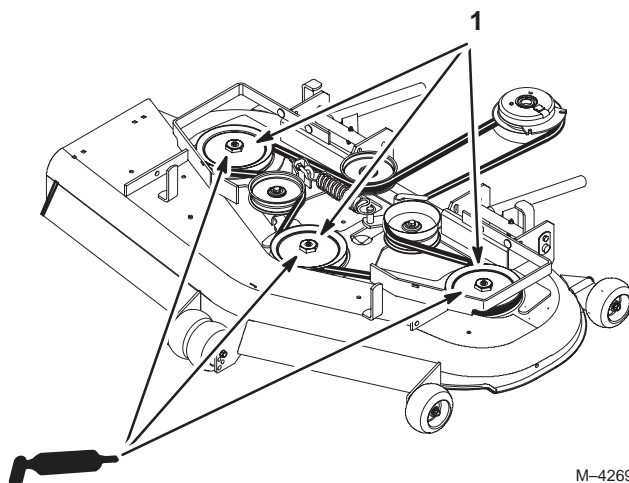

Figure 39
2. Lubrifiez les graisseurs des roulements des trois axes (Fig. 39).
3. Graissez le pivot de la poulie de tension (Fig. 39).
4. Lubrifiez les graisseurs des bras de poussée (Fig. 39).